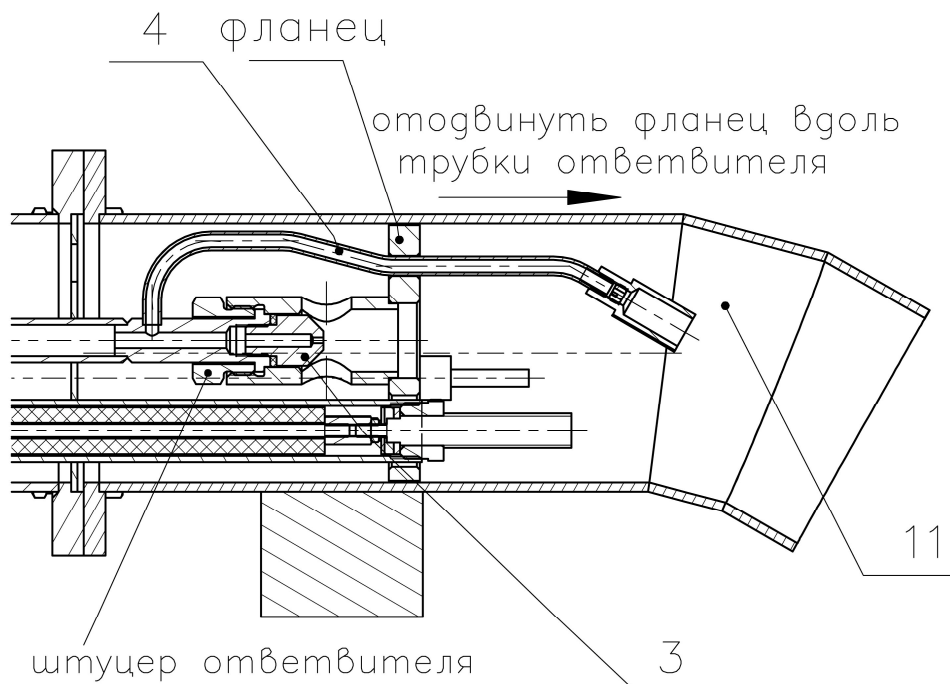

Рис. 4. Демонтаж первичного сопла.
4. Демонтаж первичного сопла (поз. 3) – см. Рис. 4: